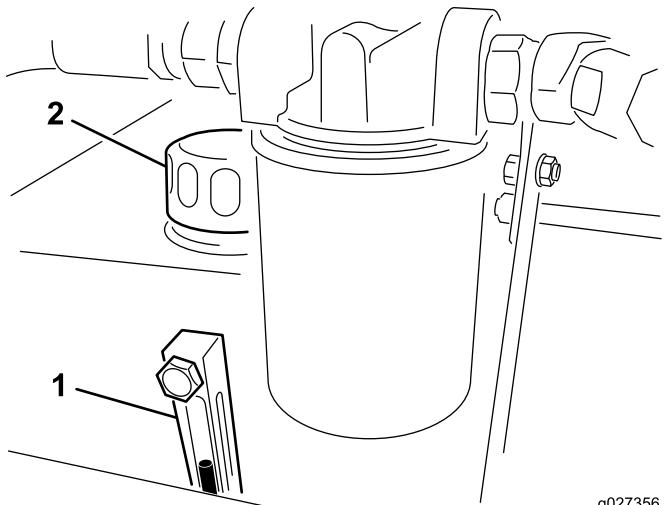

Figura 6
2. Verificate il livello del fluido controllando la spia di livello (Figura 6). Se il fluido raggiunge la metà della spia, il livello è sufficiente.